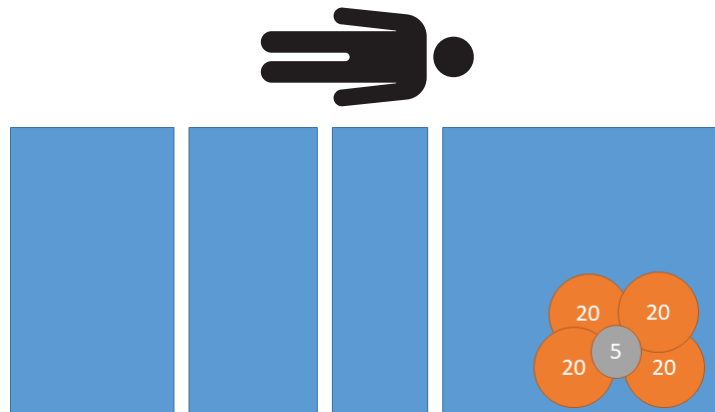

Figura 13 – Prueba de excentricidad - 85 kg en la cabeza izquierda
1. Con ayuda de pesos calibrados, coloque 85 kg en la cabeza, izquierda del producto (Figura 13).